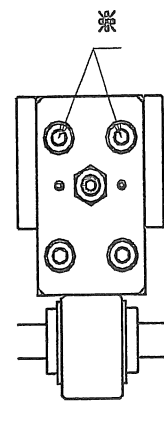

図5
- 2) No.100：ボルトの 2 本 (図 5 の※印にて示唆している) を少しだけ緩めて下さい。